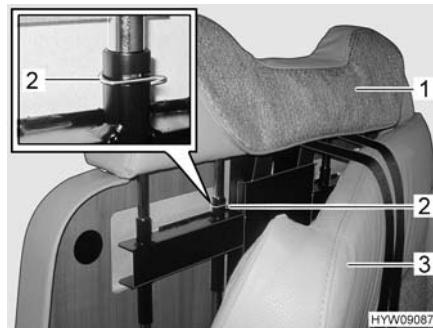

Fig. 69 Rimozione poggiapiede
- Ribaltare in avanti il cuscino (Fig. 69,3).
- Rimuovere il fermaglio di sicurezza (Fig. 69,2).
- Tirare i poggiapiede (Fig. 69,1) verso l'alto.